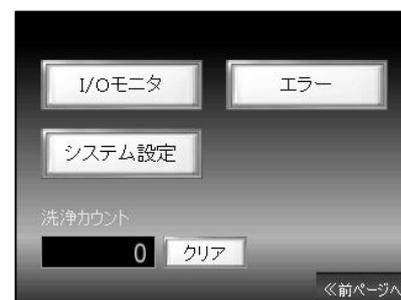
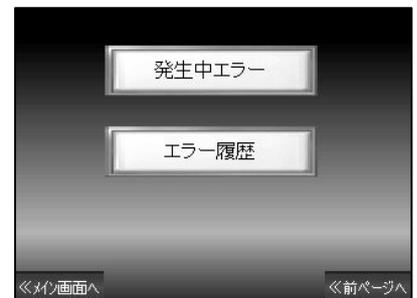

図 7-29
図 7-32
7.5 メニュー(図 7-29)
- ・ メニュー画面(図 7-29)の **I/O モニタ** スイッチを押すと、I/O モニタ画面に切り替ります。
- ・メニュー画面(図 7-29)の **システム設定** スイッチを押すと、システム設定画面に切り替ります。(図 7-30)
- ・メニュー画面(図 7-29)の **エラー** スイッチを押すと、エラーメニュー画面に切り替ります。(図 7-32)
7. 5.4 洗浄回数表示(図 7-29)